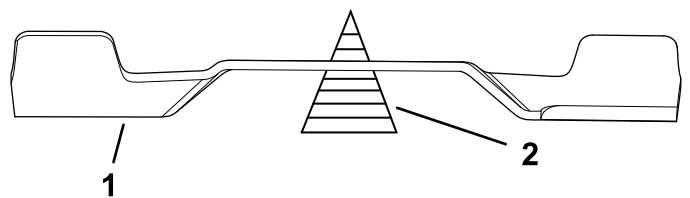

図 107
2. ブレードバランサーを使ってバランスを調べる 図 107。